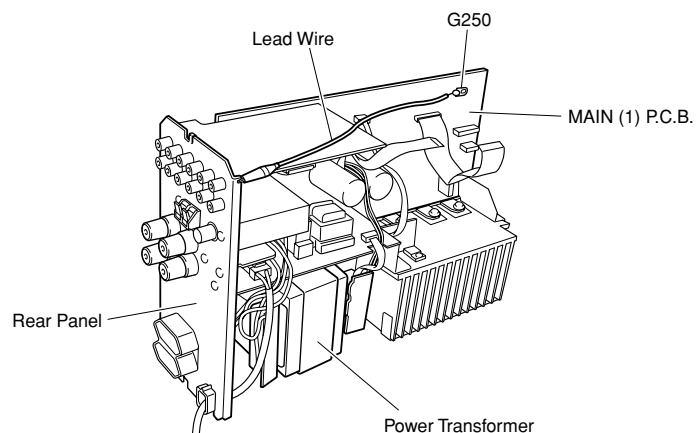

Fig. 4
- With the rear panel attached, set the Main P.C.B. on its side. At this time, set the Power Transformer on its side as well in Fig. 4.
- Using a lead wire or the like, connect G250 of the Main (1) P.C.B. with the rear panel in Fig. 4.
- MAIN P.C.B.をリアパネルがついた状態で、側面を下に置きます。この時、電源トランスも同様に、側面を下に置きます。(Fig. 4)
- リード線または同種のものを使用して、MAIN (1) P.C.B.のG250をリアパネルに接続します。(Fig. 4)